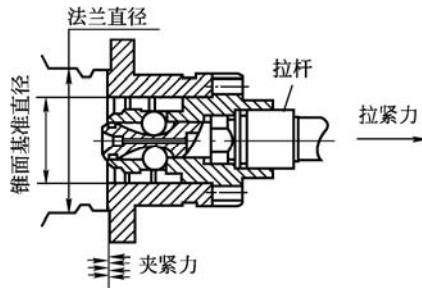

图 1-15 KM 工具系统
2) KM 工具系统。KM 刀柄是 1987 年美国 Kennametal 公司与德国 Widia 公司联合研制的 1:10 短锥空心刀柄，其长度仅为标准 7:24 锥柄长度的  $1/3$ ，如图 1-15 所示。在夹紧机构拉杆上设有两个对称的圆弧凹槽，该槽底为两段弧形斜面。夹紧刀柄时，拉杆向右移动，钢球沿凹槽的斜面被推出，卡在刀柄上的锁紧孔斜面上。刀柄向主轴孔内拉紧后，薄壁锥柄产生弹性变形，使刀柄端面与主轴端面贴紧，实现锥面和端面同时接触双面定位。